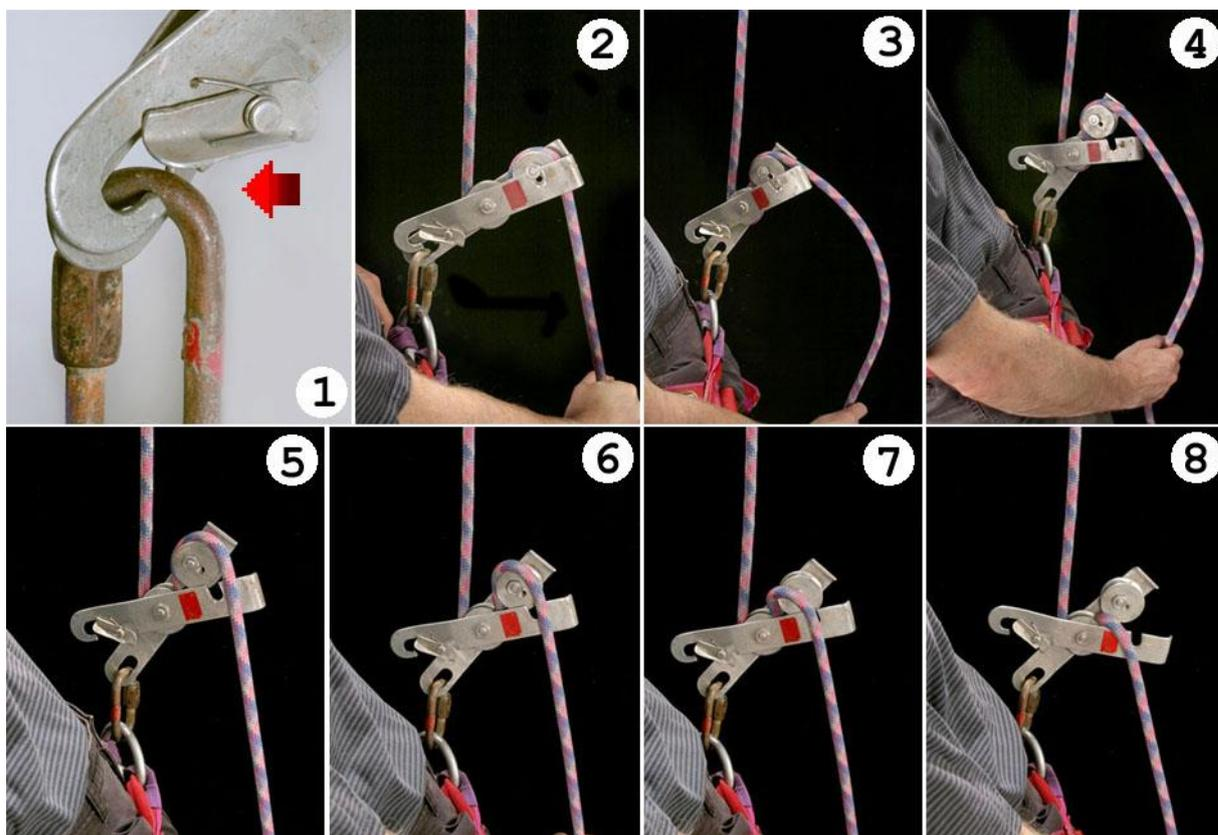

Рис.2 Отказ спускового устройства из-за неправильной подготовки его к спуску
Два случая в 2003 году – тяжелые травмы Александра Кабанихина при падении в пещере Крубера 23 августа и гибель опытного американского спелеолога Дика Грэхэма (*Dick Graham*) 27 сентября в пещере *Lori Cori Cave*, – убедительные примеры объективно существующей опасности этого рода (Рис.2). Оба случая и анализ причин происшествия описаны в моей статье "Внимание – недозакрытая боббина!", 2006 год.
1) Неполное закрытие корпуса в момент пристегивания к веревке (см. **Рис.2**).